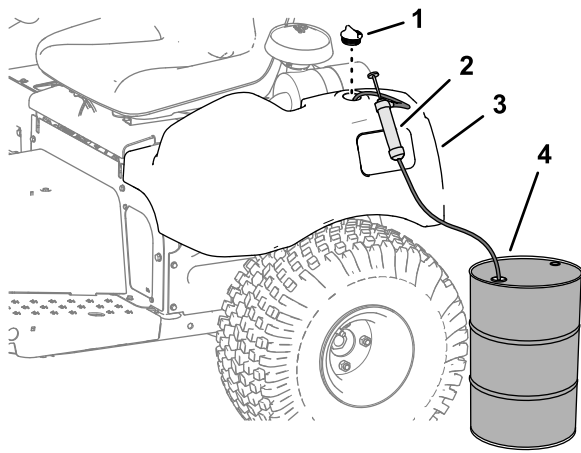

図 43
1. 油圧オイルタンクからキャップを取る 図 43。
- 油圧オイルタンクからポンプでオイルをくみ出す 図 43。